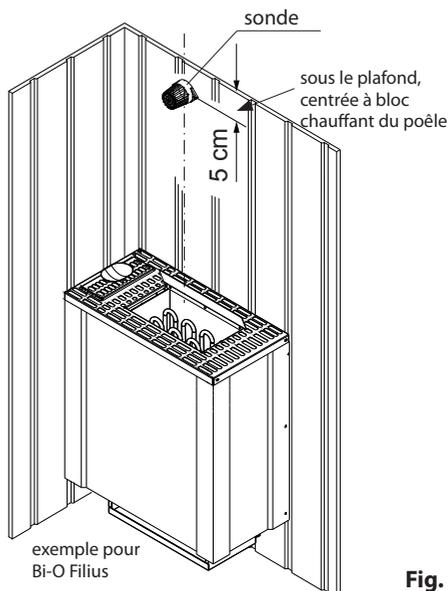

Fig. 8
Contrairement aux instructions du manuel de l'appareil de commande, la sonde doit être installée **5 cm** sous le plafond de sauna, de manière centrée au-dessus du four, sur la paroi de la cabine. Voir fig. 8.
- ▶ Installez la sonde comme indiqué dans l'illustration, voir Fig. 8 pour dimensions et distances de l'installation.